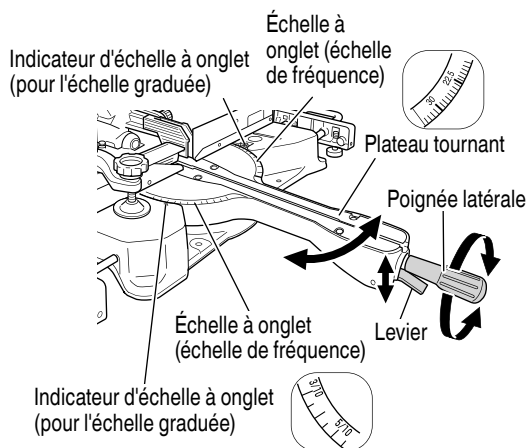

Fig. 35
- (1) Desserrer la poignée latérale et relever le levier des butées d'angle. Ensuite, régler la plaque tournante jusqu'à ce que l'indicateur soit aligné sur la valeur voulue de l'échelle d'onglet (Fig. 35).
- (2) Resserrer la poignée latérale pour fixer la plaque tournante à la position voulue.
- (3) L'échelle d'onglet indique à la fois l'angle de coupe de l'échelle d'angle et le gradient de l'échelle de degré.
- (4) On pourra utiliser le gradient, qui est le rapport de la hauteur sur la base de la section triangulaire à retirer, pour régler l'échelle d'onglet au lieu de l'angle de coupe, si on le souhaite.